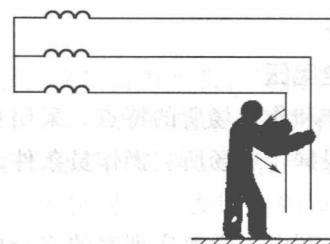

图 1-2 两相触电
(2) 两相触电。在三相电路中，当人体两处同时触及两相带电体时，就是两相触电。两相触电时，电流从一相导体经人体流入另一相，构成闭合回路。两相触电时人体承受的电压为两相之间的电压，即线电压。线电压高于相电压 1.732 倍（如相电压为 AC220V，线电压 =  $1.732 \times 220V = 380V$ ），因此两相触电比单相触电更危险。两相触电如图 1-2 所示。